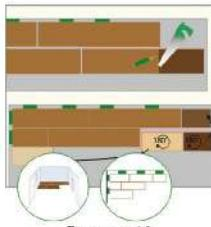

Рисунок 12
- Далее происходит монтаж оставшихся рядов (см. рис. 12).